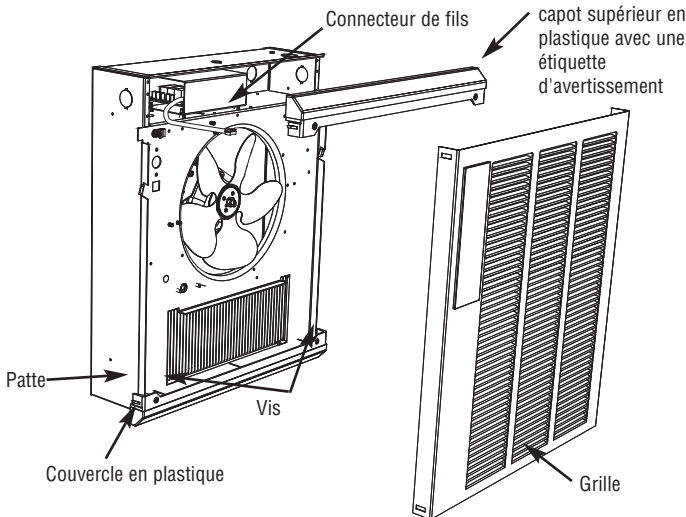

Figure 5. Installation de l'ensemble de grille
1. Mettez le commutateur M/A en position de marche (ON).
2. Installez (2) couvercles en plastique sur le boîtier arrière comme ceci (Voyez la Figure 5) :